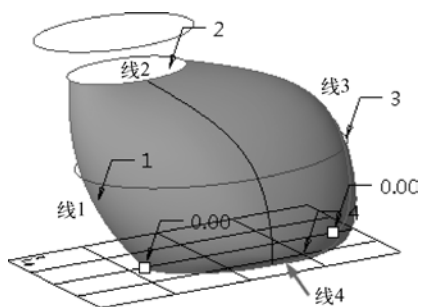

图 5-70 选择主曲线
- 单击“主曲线”收集器  ，在绘图区按照顺序选择 4 条曲线，如图 5-70 所示。